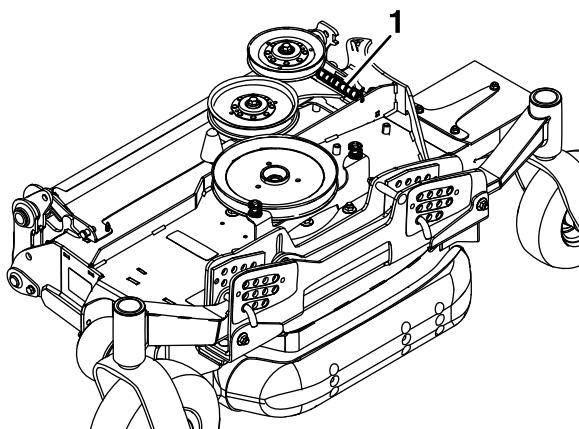

Figura 87
23. Para facilitar la instalación de las carcasa laterales, retire cuidadosamente el extremo expuesto del muelle que aplica presión a la parte trasera de la cubierta de la carcasa lateral (**Figura 87**).